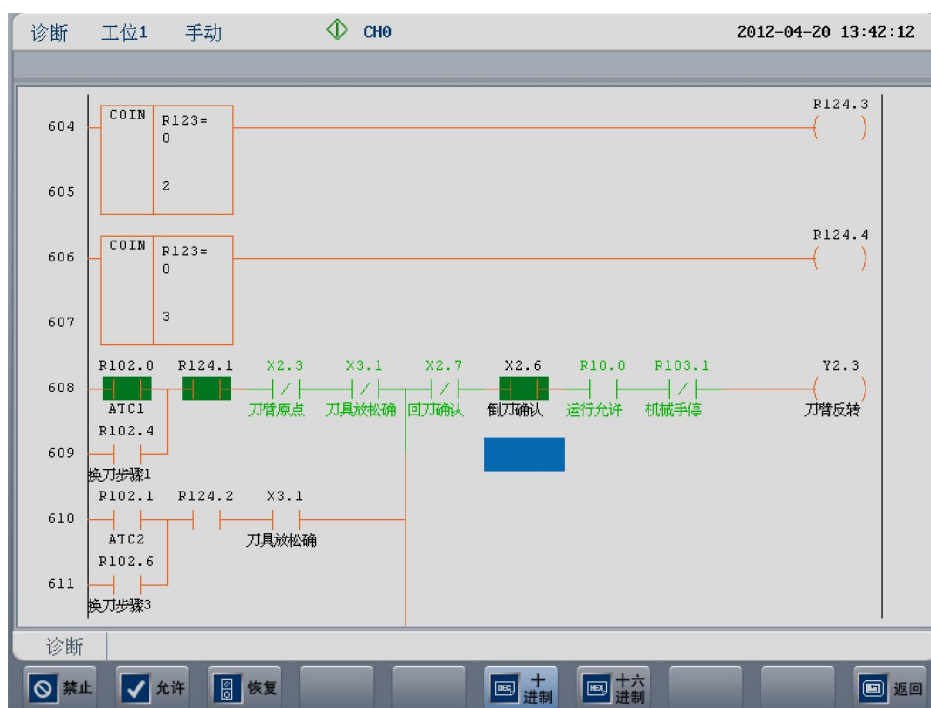

图 4.2.5 强制允许
- 3) 如图 4.2.5，R102.0、R124.1 和 X2.6 被强制允许；